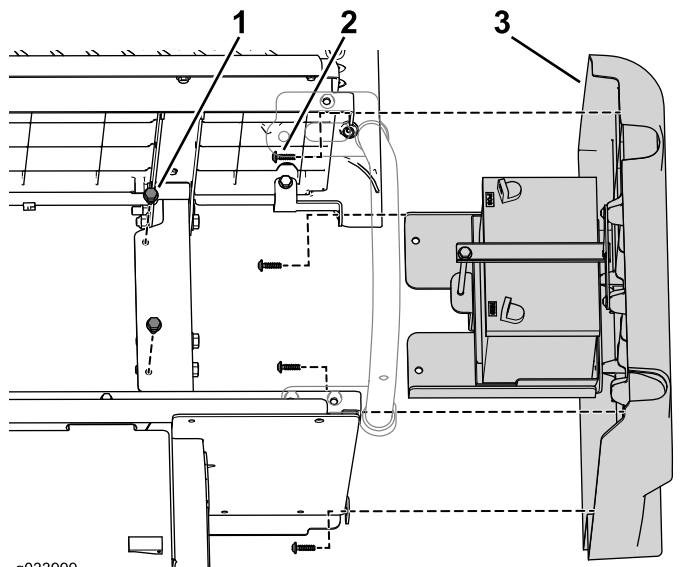

图5
2. 卸下将电池托盘固定到机架的 2 个凸缘螺栓 图5。
3. 卸下将右面板固定到下座椅组件的 4 个螺丝 图5。